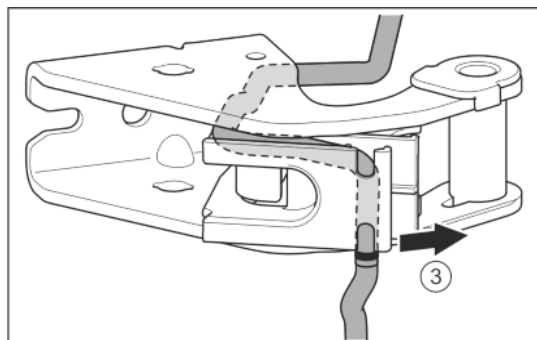

Fig. 28
- ▶ Витягніть кабель з направляючої. Fig. 28 (3)